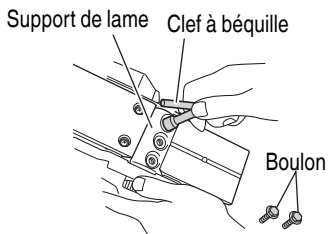

Fig. 19
- (1) Comme indiqué à la Fig. 19, desserrer les trois boulons de fixation de la lame au carbure à l'aide de la clé à béquille, et retirer le support de lame.